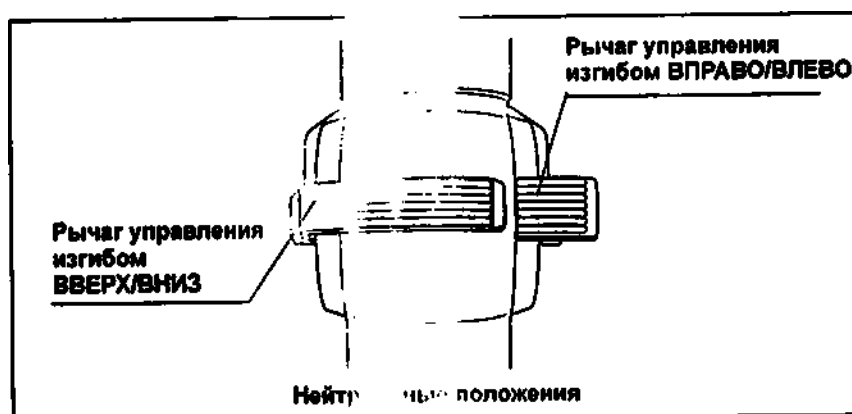

Рисунок 3.2
1. Переместите фиксатор изгиба в нейтральное положение, а затем передвиньте рычаги управления изгибом в крайние положения в обоих направлениях, чтобы убедиться в плавности их хода. Медленно передвиньте оба рычага обратно в нейтральное положение (на рис. 3.2). Убедитесь в том, что подвижная часть эндоскопа выпрямилась.